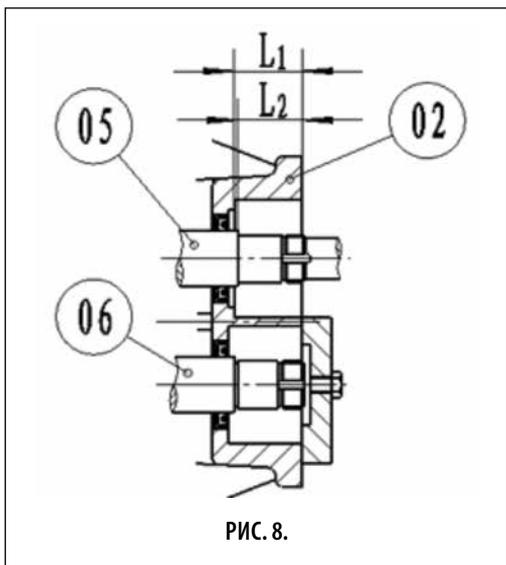

РИС. 8.
Согласно рис. 8 установите два конических установочных вкладыша для масляного уплотнения на неприводную сторону ведущего и ведомого валов (05 и 06). Установите уплотнение (22). Прикрутите узел корпуса заднего подшипника (03) к корпусу насоса (01) винтовой шпилькой (117), плоской шайбой (119), гайкой (118) и снимите конические установочные вкладыши для масляного уплотнения.